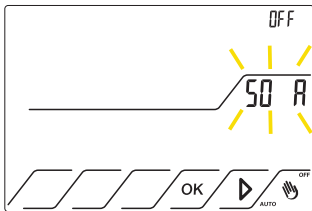

Fig.42
11.2.2 Premere il tasto  fino a far comparire la scritta **SO A** lampeggiante. Il suo stato è in OFF. Fig.42